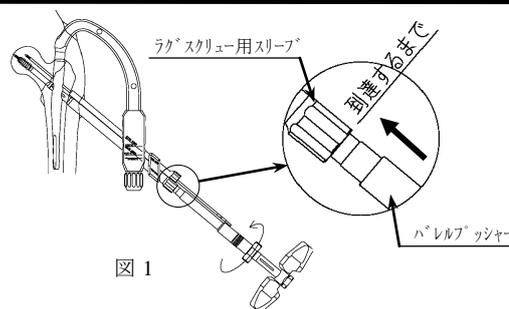

図 1
1) ラグスクリュー挿入後、バレル後端が外側へ突出している場合、バレルプッシャー一体型圧迫ナットのつまみを回転させバレルを押し込みます。押し込み後、ラグスクリュースリーブを手前に引き、バレル後端位置をイメージ下で確認します。（図1）